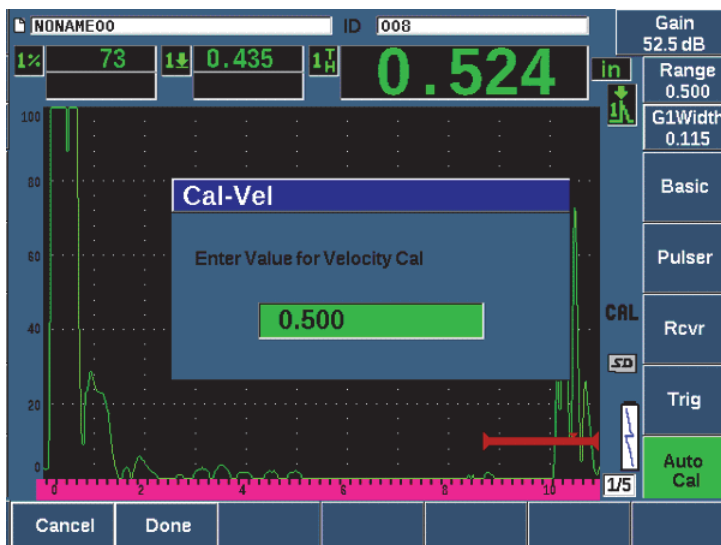

Figure 9-9 Entrée de la valeur d'épaisseur d'étalonnage de la vitesse
16. Entrez l'épaisseur connue de l'indication dans la porte (12,5 mm ou 0,500 po dans cet exemple) dans la boîte **Cal-Vel** (ÉtalVit), et puis sélectionnez **Done** (Terminé) pour continuer l'étalonnage (voir la Figure 9-9 à la page 171).